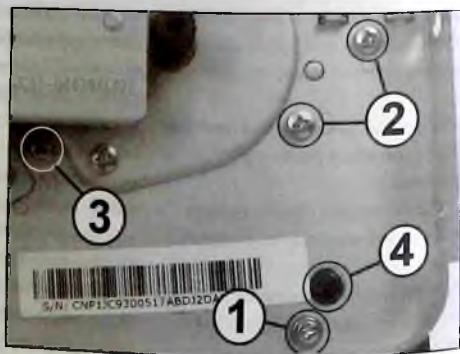

Рис. 29
Располагают принтер левой стороной к себе. Откручивают саморез (1 на рис. 29) крепления лотка подачи. Откручивают на 2-3 оборота винты (2) и саморез (3). Располагают принтер нижней стороной к себе, лицевой вверх. Отводят левую боковую стойку от лотка подачи до выхода выступа (4) лотка из отверстия стойки и перемещают левую верхнюю сторону лотка к себе до выхода ее за пределы левой стойки. Прижимают лоток подачи бумаги влево, отводят правую стойку от лотка, вынимают выступ лотка из отверстия на правой стойке и перемещают верхнюю правую сторону лотка к себе до ее выхода за пределы правой боковой стойки. Перемещают лоток вверх, вынимают выступы лотка из посадочных отверстий (1-3 на рис. 30) на основании узла подачи и транспорта бумаги и снимают его с принтера.